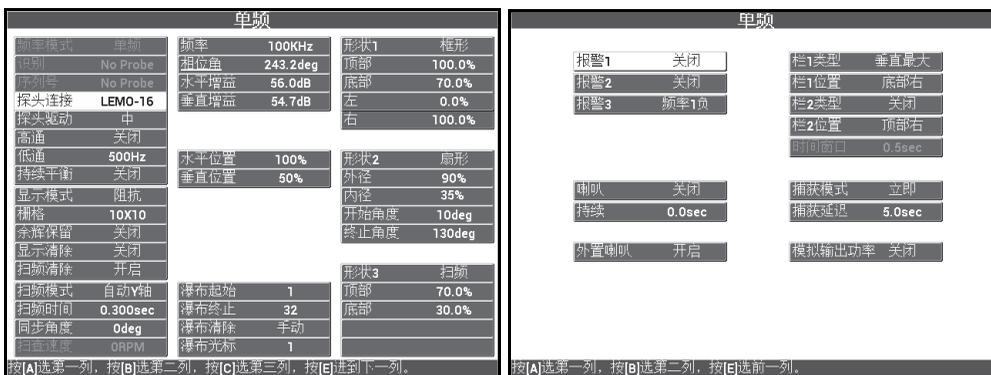

图 5-46 所有参数的列表
- ◆ 请参阅所有参数的列表，如第 148 页的图 5-46 所示。